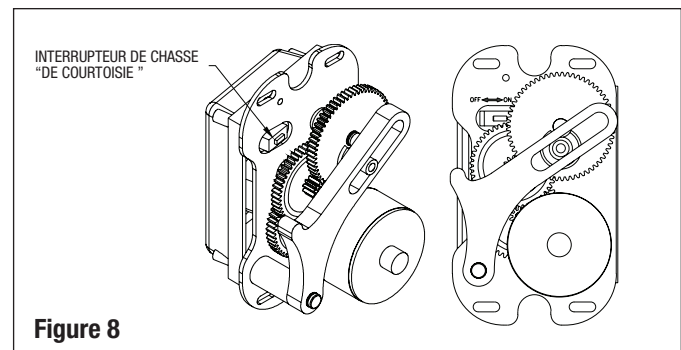

Figure 8
ÉTAPE 8 Option chasse « de courtoisie (figure 8)